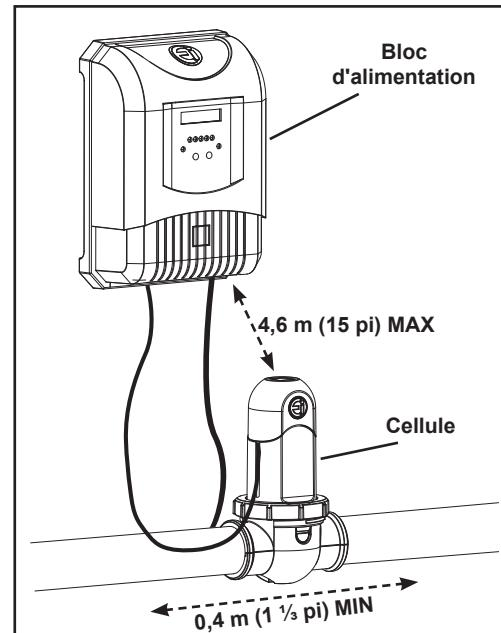

Figure 3. Exigences d'installation
- La cellule doit être installée sur un conduit à 0,4 m (1 ¼ pi) après les réchauffeurs, les pompes et les filtres, comme la dernière pièce d'équipement du système de tuyauterie de circulation juste avant la piscine (Voir Figure 3).
- La cellule doit être installée à au plus 4,6 m (15 pi) du bloc d'alimentation (Voir Figure 3).